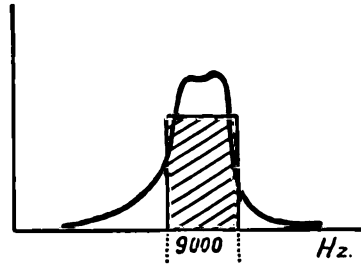

Fig. 112. *Bandfilter, die een goede selectiviteit paart aan een goede muziekweergave.*
W. — Inderdaad. Maar men kan haar benaderen door *bandfilters* te gebruiken. De eenvoudigste bandfilters bestaan uit twee zwak gedempte trillingskringen, die allebei nabij de frequentie van de draaggolf zijn afgestemd. Door ze lossor of vaster te koppelen, verkrijgt men een min of meer breede resonantie-kromme (fig. 112), waarvan de vorm het ideale benadert.